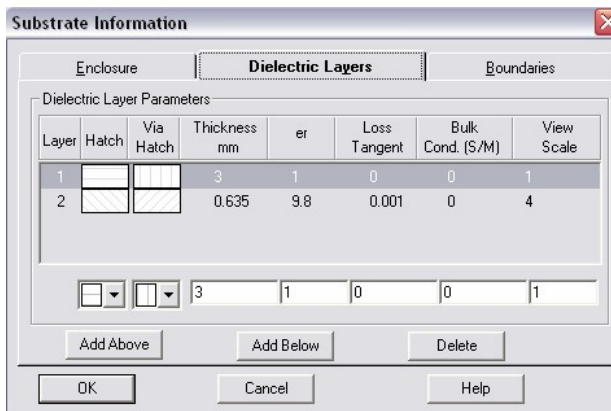

Рис. 11. Задание параметров диэлектрической подложки
- на второй закладке (*Dielectric Layers*) определяются параметры непосредственно материала подложки (рис. 11). Поскольку разрабатывается обычный полосковый фильтр на двустороннем материале, то необходимо задать параметры среды, находящиеся под полосковой линией и над ней. Над линией в данном случае находится воздух с относительной диэлектрической проницаемостью 1 и потерями 0;